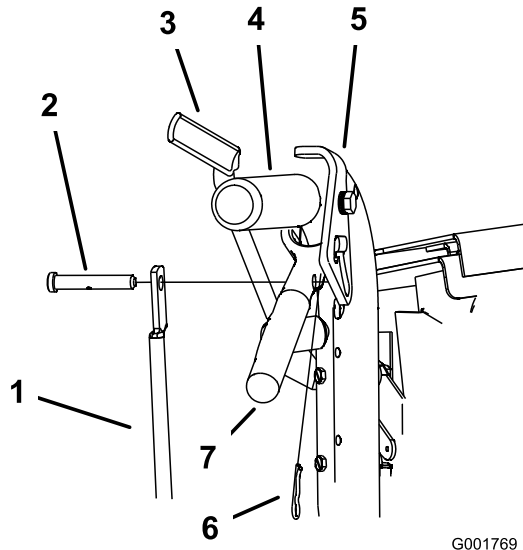

Figura 45
1. Retire los pasadores y los pasadores de seguridad de las palancas de avance y los cierres de bloqueo de punto muerto (Figura 45).
3. Instale la varilla de control en la palanca de avance y el mecanismo de bloqueo de punto muerto/freno de estacionamiento. Sujete la varilla de control con un pasador de horquilla y un pasador de seguridad (Figura 45).